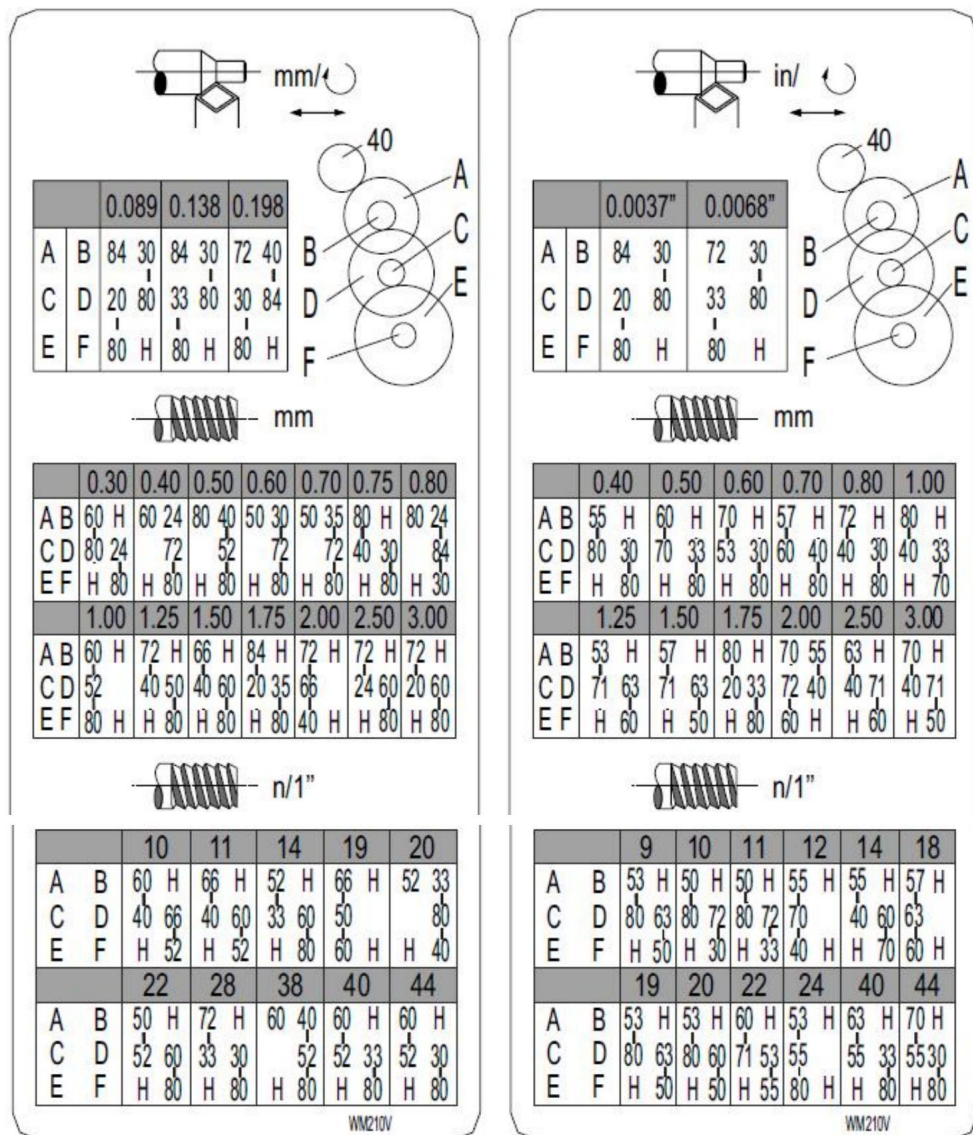

Fig. 20
6. Installera kugghjulen enligt gäng- och matningstabellen (fig. 20) och skruva fast kugghjulen på kvadranten igen.
Ställ in maskinen till önskad gängstigning (enligt gängningsschemat, Fig.20). Starta maskinen och koppla in halvmuttern. När verktyget når delen skär det den första gängningen. När verktyget når slutet av snittet, stoppa maskinen genom att stänga av motorn och dra samtidigt tillbaka verktyget ur delen så att det rensar gängan. Lossa inte halvmuttersspaken. Vänd motorns riktning för att tillåta skärverktyget att gå tillbaka till startpunkten. Upprepa dessa steg tills du har uppnått önskat resultat.